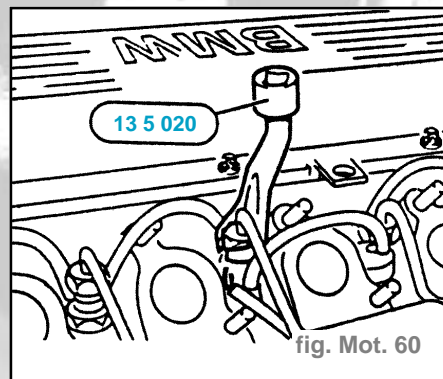

fig. Mot. 60
- Dévisser les écrous-raccords à l'aide de l'outil spécial **13 5 020** (fig. Mot. 60).